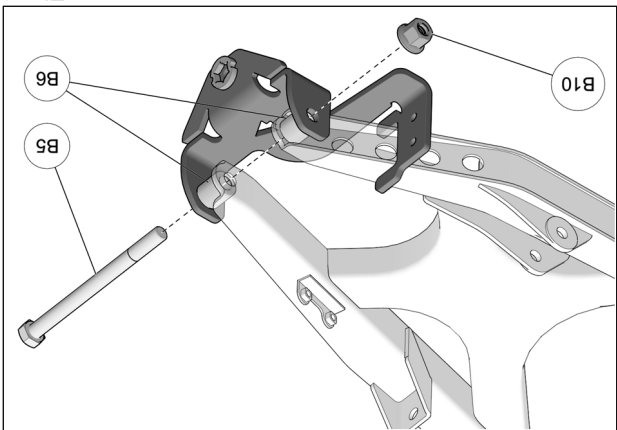

Fig. 8
9. Insérer le nouveau boulon M14x180mm (B5) à travers l'ancrage, les bagues (B6), le bras de suspension et le moyeu de roue. Fixer le boulon avec l'écrou M14 (B10) fourni. Serrer seulement à la main pour le moment. Voir la Fig. 8